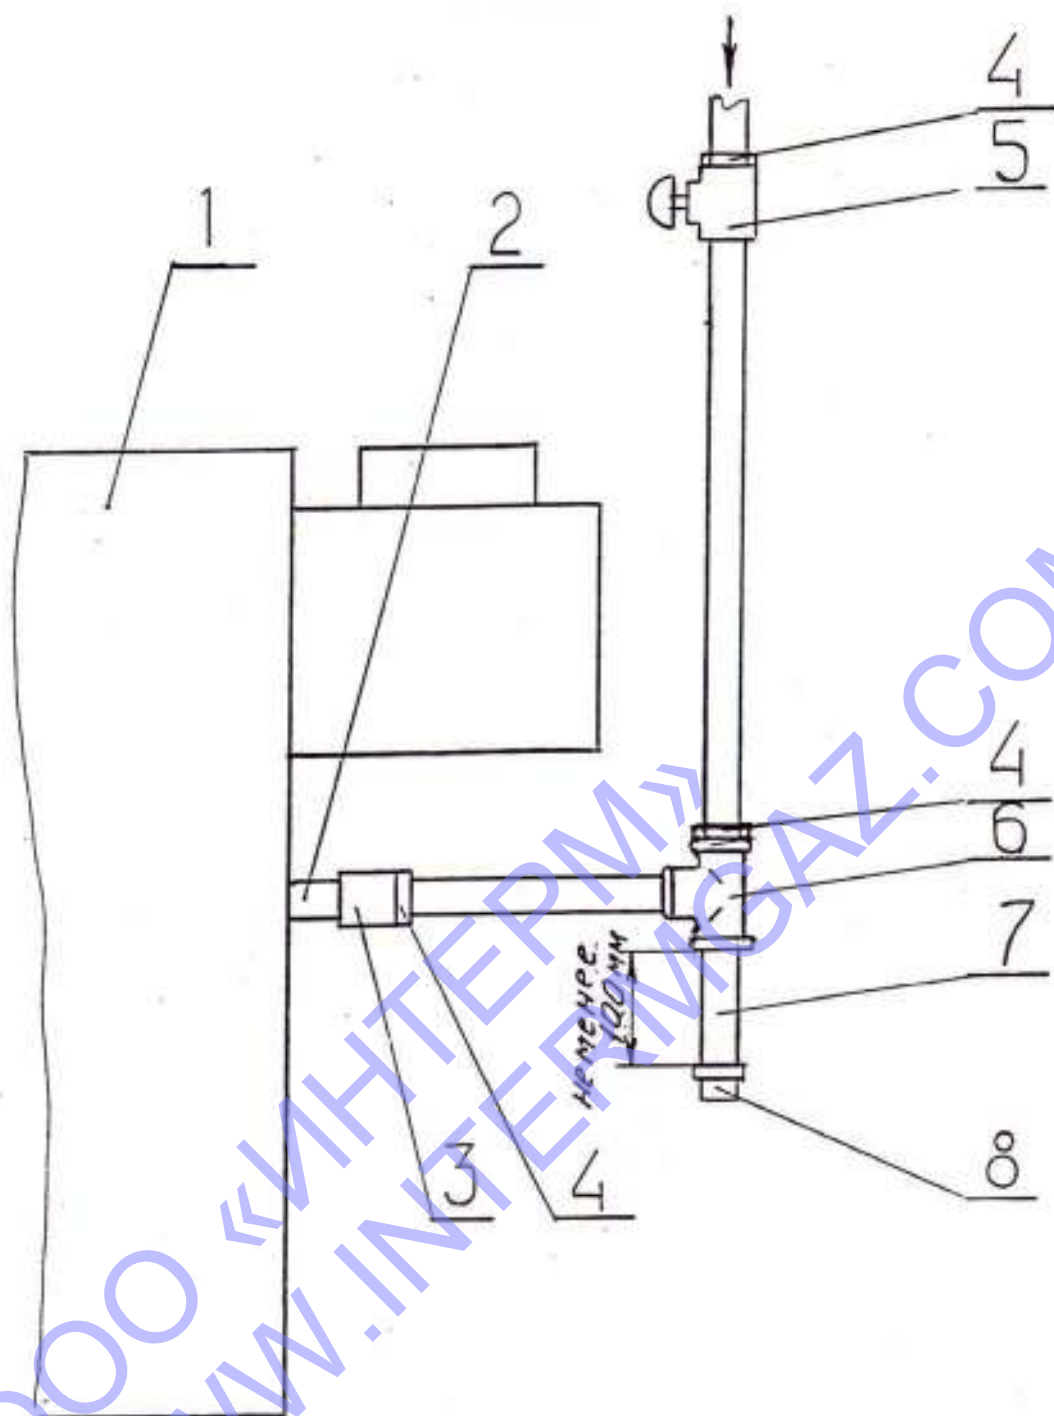

Рис. 9 Схема подключения котла к газопроводу.
5.7. На газоподводящей трубе перед котлом обязательно должен быть установлен газовый кран, перекрывающий доступ газа к котлу /см. рис. 9/.
5.8. Рекомендуется на входе газопровода в котел устроить ловушку-отстойник /см. рис. 9/.
2. На входе в котел /клапан/ обязательно нужно устроить конденсатную ловушку /см. рис. 9 /.